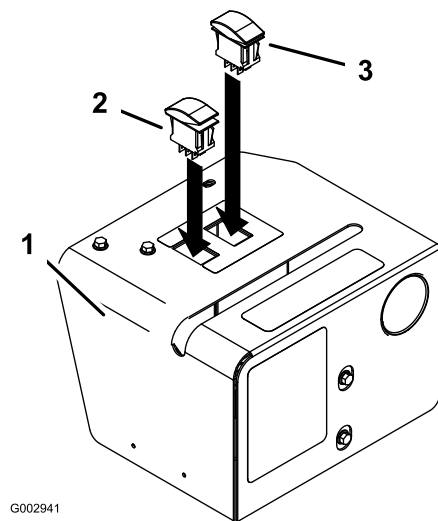

Bild 47
- Setzen Sie die beiden Schalter in die rechteckigen Löcher oben auf der Abdeckung ein (Bild 47). Setzen Sie den kurzzeitigen Schalter (ein Schalter der in keiner Stellung bleibt, wenn Sie ihn nicht drücken) in das Loch ein, das mit den kontinuierlich variablen Plus- (+) und Minuszeichen (-) markiert ist.